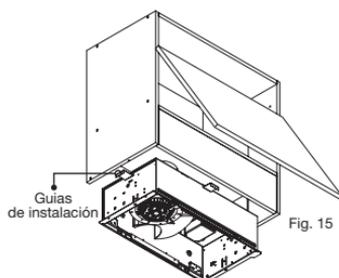

Fig. 15
- *Centre la carcasa de la campana en el mueble y utilice las guías en lamina que para posicionarla y garantizar el ensamble. Ver fig. 15